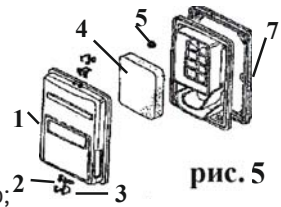

рис. 5
(рис.5 поз.1);
- извлеките и осмотрите воздушный фильтр (рис.5 поз.4);